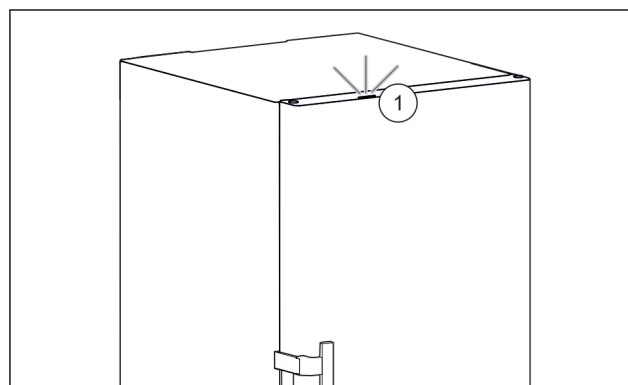

Fig. 41 Voyant d'état actif lorsque la porte est fermée
- ▷ Le voyant d'état Fig. 41 (1) est activé.